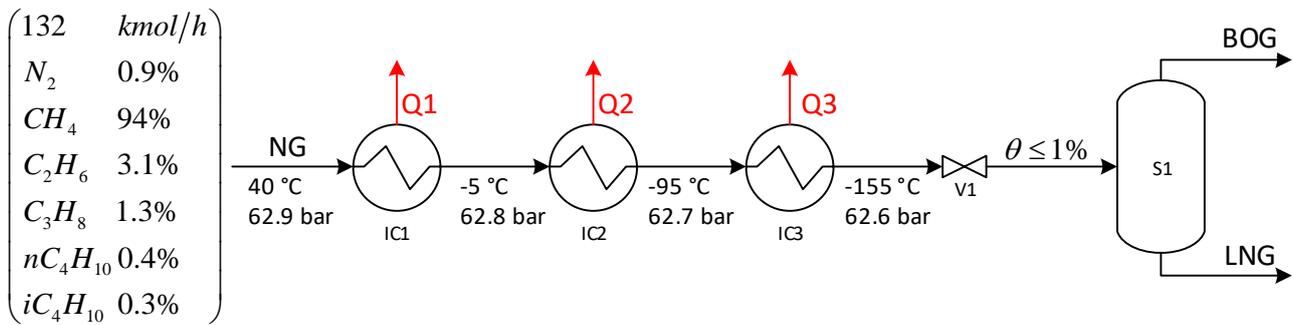

Figura 7. Proceso de licuefacción de gas natural
En la Figura 7 se observa un proceso de licuefacción de gas natural en tres etapas. La corriente principal de gas natural (GN) se enfría mediante un ciclo de refrigeración que en el presente practico obviaremos su simulación.